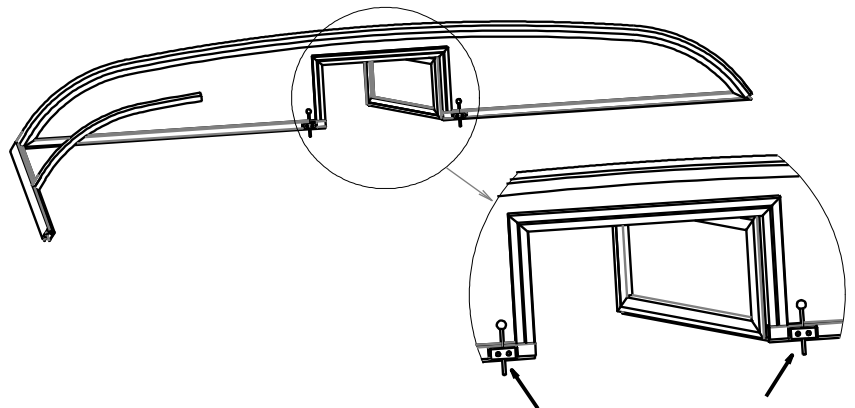

Bild 501
- a) Bei der Tür ohne Schwelle platzieren wir die Arretierung an beiden Seiten der Öffnung auf die Tür (Bild 501).